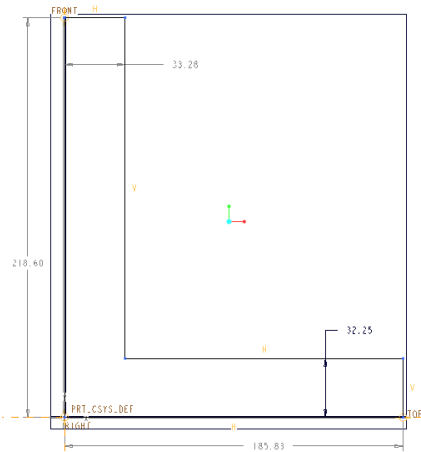

図 3-24 L型補強金具のスケッチ
- 前節と同様スケッチ平面として「FRONT」データ平面を選択する。「直線ツール」を選択して、参照線交点を基点として、図 3-24 に示すように適当な大きさのL字型図形をスケッチする。